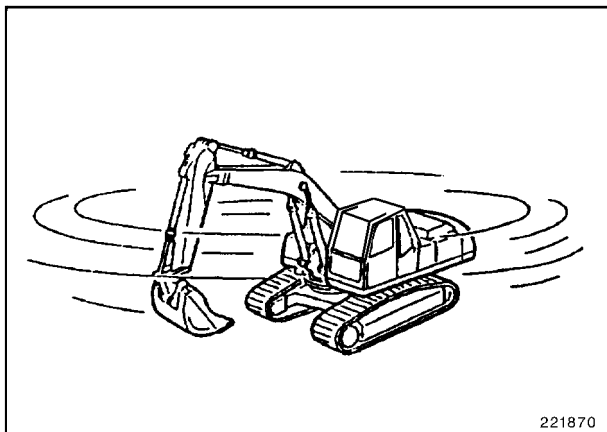

Fig. 6
- Parar el movimiento de giro antes de alcanzar la posición deseada. Para parar el movimiento de giro, soltar la palanca de mando de giro antes de alcanzar el punto deseado de excavar o vaciar (Fig. 6).